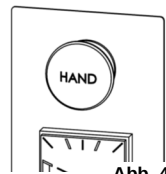

Abb. 4
- Drücken und halten Sie den Taster. (Abb. 4)